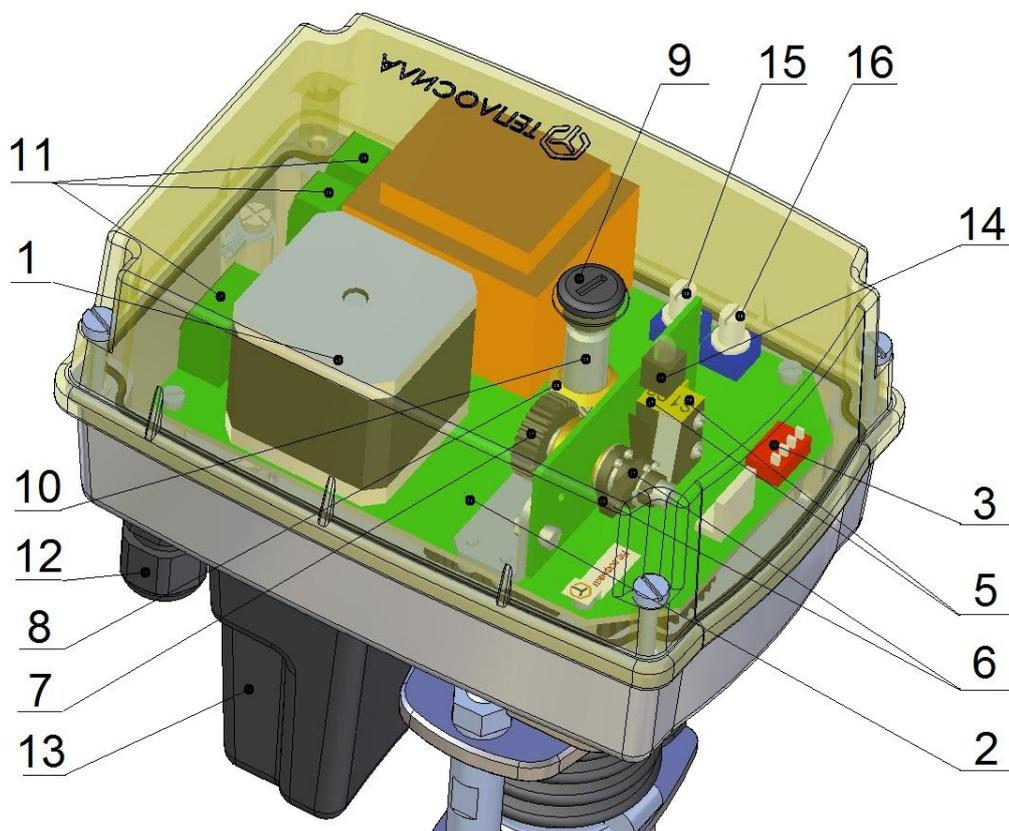

Рисунок 1 – Общий вид TSL-XXXX-XX-2T-230
- снять верхнюю крышку (8) электропривода, предварительно открутив винты;
- провести проводники (рисунок 1) через кабельные вводы (12) и присоединить к контактам клеммных колодок (11) электропривода согласно схеме Приложения Б.